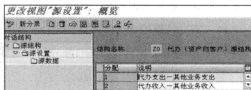

图 5-142 “源结构”下包含的“源设置”
STEP 2 选择某条源结构，然后双击左树中的“源设置”选项，即可在右边栏目中显示该结构下包含的相关源设置信息，如图 5-142 所示。